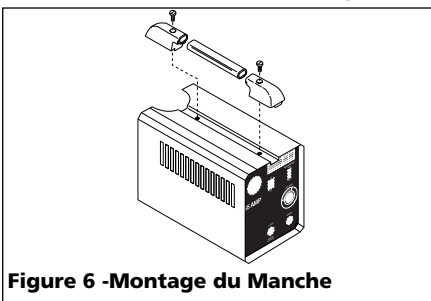

Figure 6 - Montage du Manche
- Glisser le manche dans les bouts en plastique comme indiqué (Fig. 6).